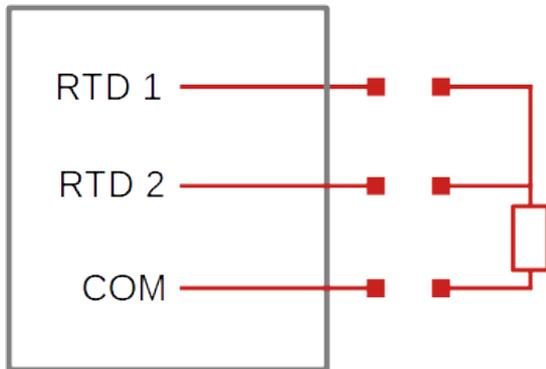

Figura 7 Diagrama entrada PT100
- La entrada de temperatura PT100 medirá la variación de la resistencia de la sonda PT100 con la temperatura (RTD, Resistance Temperature Detector) y ofrecerá el dato en °C. El usuario deberá tener en cuenta que la entrada no está aislada (Figura 7).